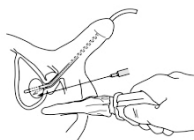

図7
- 2)男性患者では、超音波ガイド下で会陰部(あるいは恥骨上)もしくは、直腸より針で穿刺し、バルーンを破裂させる(図7)。